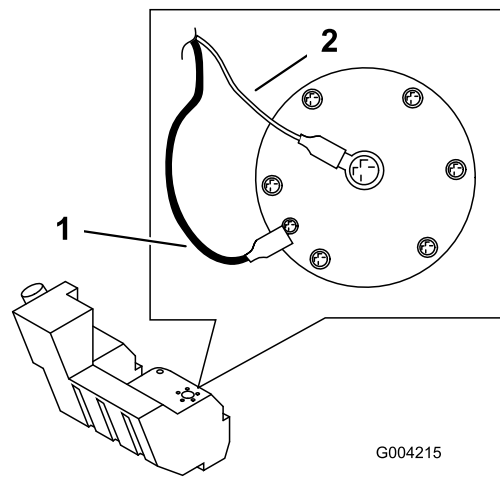

Figura 57
12. Scollegate i due cavi che conducono alla parte destra del serbatoio (Figura 57).
19. Sulla parte destra del serbatoio, collegate il cavo arancione al polo centrale e il cavo nero al polo esterno (Figura 57).